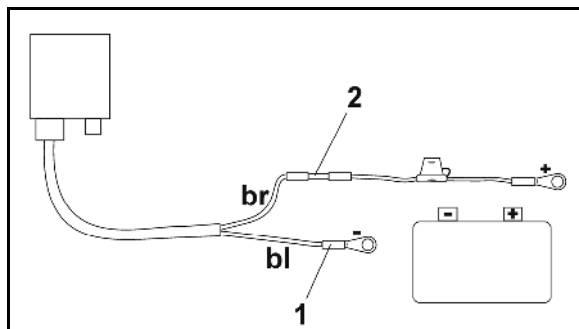

Fig. 17
5. Meter el hilo conductor azul (masa) en el terminal suelto (Fig. 17/1).
7. Meter el hilo conductor marrón (+ 12 voltios) en el extremo libre del encintado de empalme (Fig. 17/2).
9. Encoger el encintado de empalme (Fig. 17/2) con una fuente de calor (encendedor o un secador de aire caliente) hasta que asome el adhesivo.